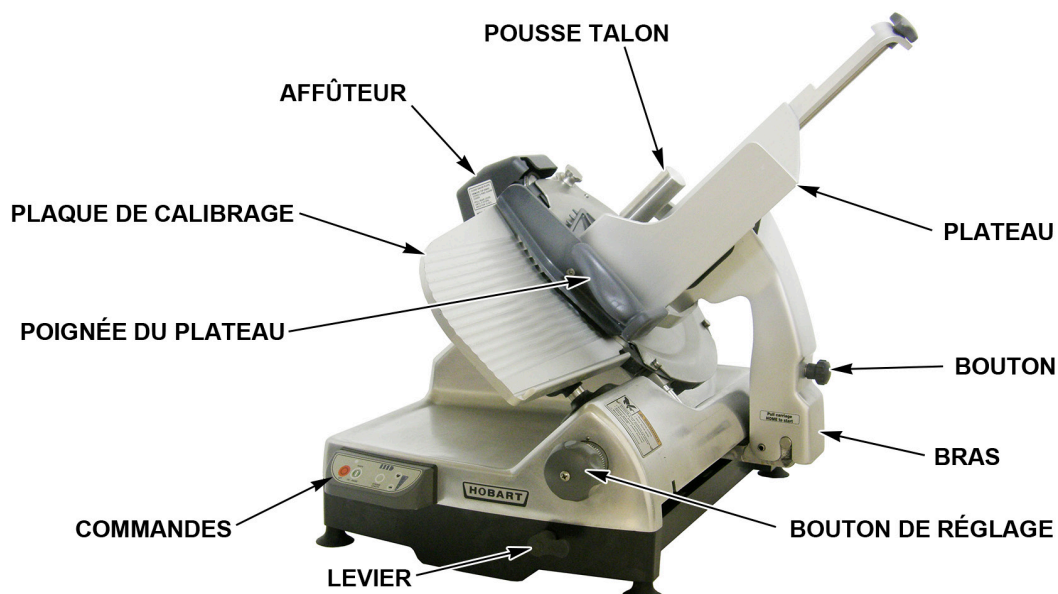

Fig. 1
- Verrouillage de plaque de calibration – empêche d'incliner ou de retirer le plateau (Fig. 1) sauf si ce dernier est en position de base (complètement vers l'avant) et que la plaque de calibration est fermée.
- Démarrage depuis la base – le plateau (Fig. 1) doit être en position de base (complètement vers l'avant) avant de pouvoir mettre la trancheuse en marche.
- Réglage arrêt - éteint la trancheuse après avoir tourner le bouton de réglage (Fig. 1) au maximum dans le sens des aiguilles d'une montre pour mettre la plaque de calibration en position d'arrêt. La trancheuse s'éteint aussi en appuyant sur le bouton « OFF ».
Le plateau (Fig. 1) doit être installé.
- Fermez la plaque de calibrage (Fig. 1) en tournant le bouton de réglage (Fig. 1) au maximum dans le sens des aiguilles d'une montre.
- Tirez le plateau (Fig. 1) vers soi jusqu'à ce qu'il soit en butée. Il s'agit de la position de base.
- Soulevez le pousse talon (Fig. 1) en haut du plateau pour le ranger dans la fente.
- Placez le produit à trancher contre la plaque de calibrage (Fig. 1) sur le plateau (Fig. 1).
- Utilisez la poignée du plateau (Fig. 1) pour pousser et tirer le plateau d'avant en arrière afin de trancher. Une fois terminé, tirez le plateau en avant jusqu'à ce qu'il soit en butée. Tournez le bouton de réglage au maximum dans le sens des aiguilles d'une montre pour fermer la plaque de calibrage. La trancheuse sera ainsi éteinte. Le bouton « OFF » (Fig. 4) permet aussi d'éteindre la trancheuse.